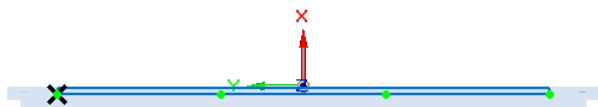

图 8.13.195 矩形阵列轮廓
(2) 选择命令。单击“主页”功能选项卡“阵列”工具栏中的  阵列 按钮。
(3) 定义要阵列草图平面。选取图 8.13.195 所示的模型表面为阵列草图平面。
(4) 绘制矩形阵列轮廓。单击“特征”区域中的  按钮, 绘制图 8.13.195 所示的矩形。
① 定义阵列类型。在“阵列”命令条 **翻转** 后的下拉列表中选择 **固定**。
② 定义阵列参数。在“阵列”命令条 **X:** 后的文本框中输入阵列个数为 4, 输入间距为 525; 在“阵列”命令条 **Y:** 后的文本框中输入阵列个数为 1; 单击右键确定。
③ 单击  按钮, 退出草绘环境。
(5) 单击 **完成** 按钮, 完成特征的创建。